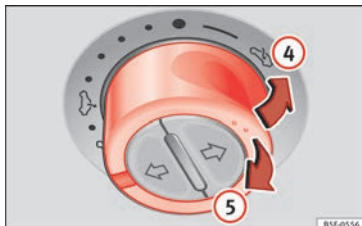

Fig. 12 No revestimento interior do teto: pressione o comutador e puxe-o para levantar e fechar o teto.
- Levantar: rode o interruptor para a posição » **Fig. 12 ④**. Para uma posição intermédia, mantenha o interruptor acionado até atingir a posição desejada.
- Baixar: coloque o interruptor na posição » **Fig. 12 ⑤**. Para uma posição intermédia, mantenha o interruptor acionado até atingir a posição desejada.